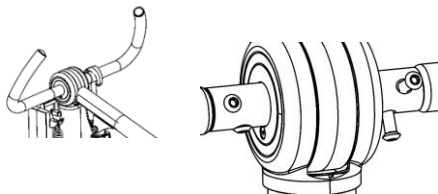

Fig. 1.6F
5. Monter håndtagene på masten ved at skrue skruen i med unbrakonøglen (Fig. 1.6F).